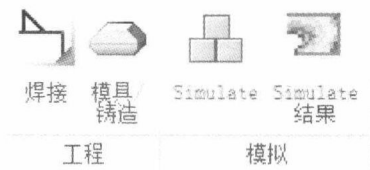

图 1-20 “应用程序”选项卡
(9) “应用程序”选项卡:该选项卡主要用于切换到 Creo 2.0 的部分工程模块,如焊接设计、模具铸造和分析模拟等,如图 1-20 所示。